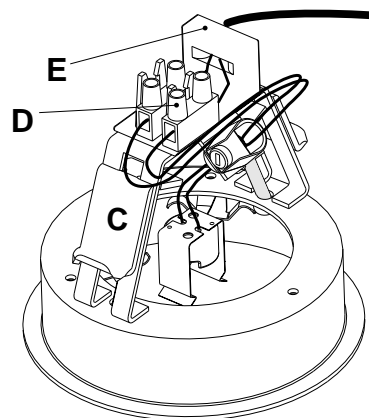

FIG.5
- FIG. 5** Estrarre dal piano di incasso il portalamпада "P" fino alla massima estensione concessa dal cablaggio ed inserire la lampadina nel portalamпада.
- FIG.5 - 6** Far appoggiare quindi la lampadina all'interno della ghiera "F", facendo in modo che rimanga diritta, e quindi la ghiera stessa all'interno del collare del vetro "G", nella scanalatura predisposta.
- Fig.5.** Lower the socket "P" all the way from the fixture body. Install the lamp.
- Fig. 5 - 6.** Make sure that the lamp is properly positioned inside the metal ring "F" and then inside the collar of the glass "G". Install the glass diffuser "G", inside the structure and push up till make it snapping inside the three springs "X".
- FIG. 5** Extraire de la surface d'encaissement le douille de lampe "P" jusqu'à l'extension maximale concédée par le câblage et introduire l'ampoule dans le douille de lampe
- FIG. 5 - 6** Faire appuyer donc l'ampoule dans la bague "F", en sorte qu'elle reste droite et ensuite la bague même dans le collier du verre "G", dans la feuillure prévue. Ensuite introduire le col du verre dans la monture et pousser vers l'hauf jusqu'à l'introduction à loquet sur les trois ressorts "X".
- BILD 5** Die Lampenfassung "P" aus der Berührungsfläche herausziehen bis die maximale Länge der Verkabelung erreicht worden ist und dann die Birne in die Lampenfassung stecken.
- BILD 5 - 6** Danach die Birne in die Zwinge "F" legen, sodass sie gerade bleibt und dann die Zwingen in die Halskrause des Glases "G", in die vorbereitete Rille legen. Dann den Glashals in das Gestell stecken und es nach oben drücken, bis es in den drei Federn "X" eingesteckt ist.
- FIG.5** Extraer del área de inserción el porta-lámparas "P" hasta llevarlo a su máxima extensión, permitida por el cableado, para introducir el bombilla.